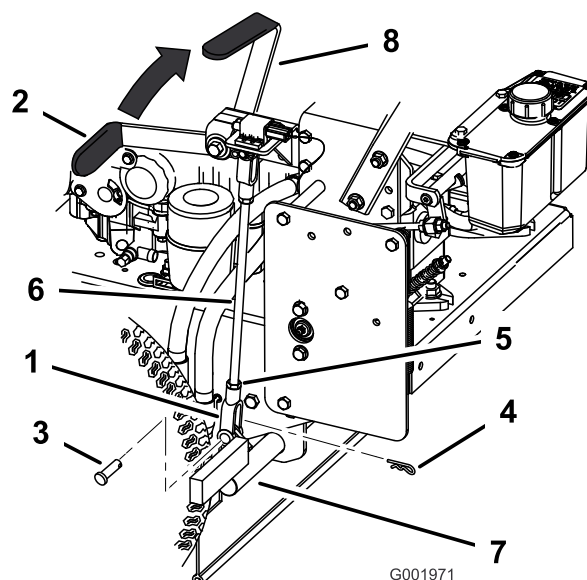

Figure 61
5. Desserrez les écrous de blocage supérieur et inférieur (Figure 61).
6. Pour régler le frein, retirez la goupille fendue et l'axe de chape du levier de frein inférieur (Figure 61).
desserrez le frein, raccourcissez la tige entre les chapes (Figure 61).
8. Fixez la chape au levier de frein inférieur avec la goupille fendue et l'axe de chape (Figure 61).
9. Serrez les écrous de blocage supérieur et inférieur (Figure 61).